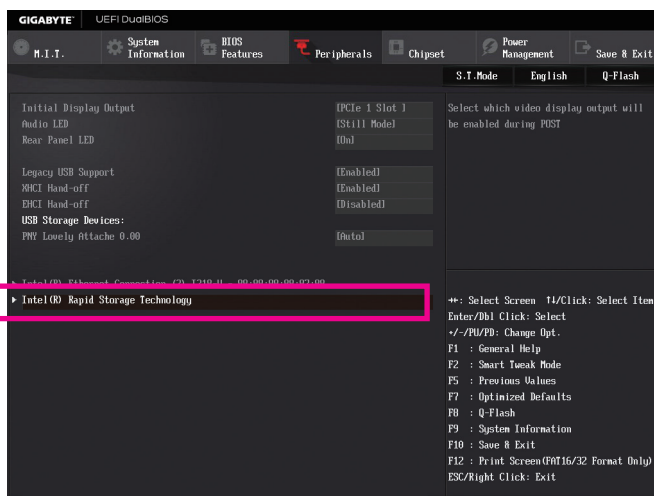

図 3
システムの再起動後、再度 BIOS セットアップに入ります。続いて **Peripherals** / **Intel(R) Rapid Storage Technology** サブメニューに入ります (図 3)。